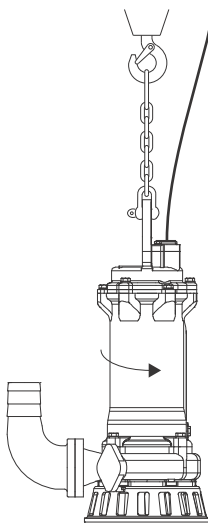

Рис. 9 Проверка направления вращения
2. Включить и тут же отключить насос, следя при этом за направлением действия крутящего момента (за направлением рывка) насоса. Если насос подключен правильно, рабочее колесо будет вращаться по часовой стрелке, т.е. рывок самого насоса будет против часовой стрелки. См. рис. 9. Если направление вращения неверное, поменять местами две фазы источника питания.